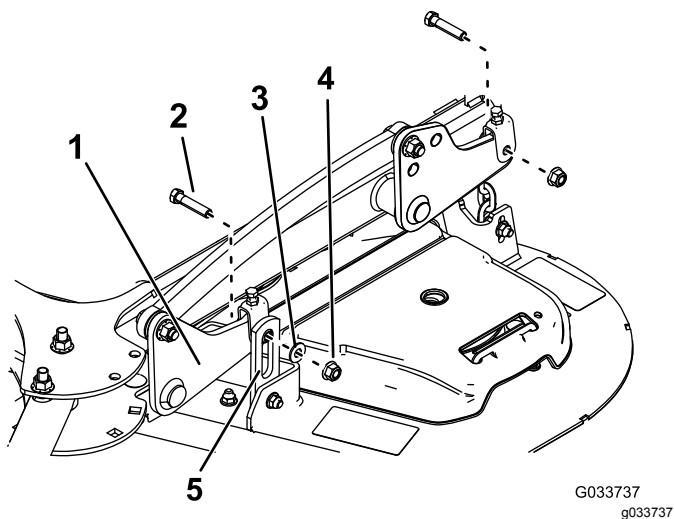
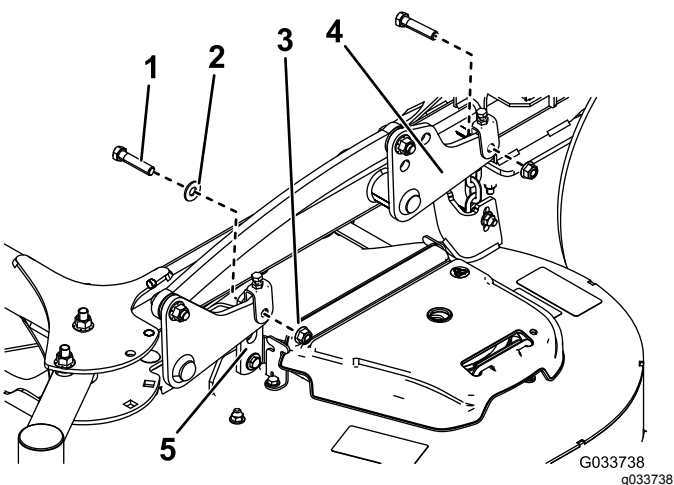

Figura 75
Figura 76
5. Retire los 2 pernos, las 2 tuercas y la arandela que conectan los ganchos de la carcasa de corte con las placas de elevación para ambos lados de la carcasa de corte (Figura 75 y Figura 76).
Nota: Coloque los soportes de ganchos delanteros del exterior de los brazos de elevación delanteros para carcasas de 132 cm (52") (Figura 75). Coloque los soportes de ganchos delanteros del interior de los brazos de elevación delanteros para carcasas de 152 cm (60") (Figura 76).